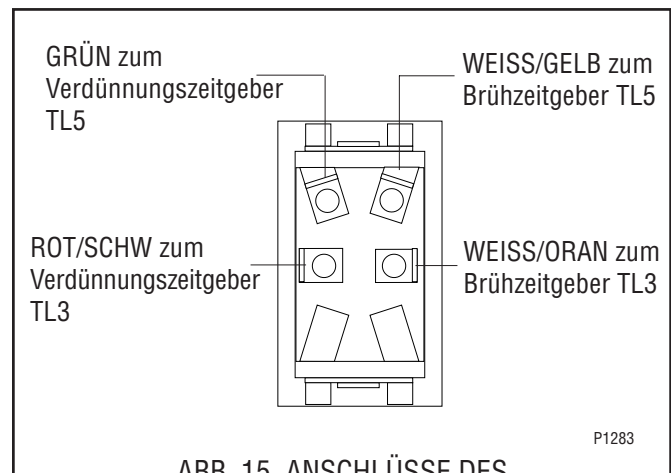

ABB. 15, ANSCHLÜSSE DES SCHALTERS "START"
4. Siehe Abb. 15 für den Wiederanschluss der Drähte.